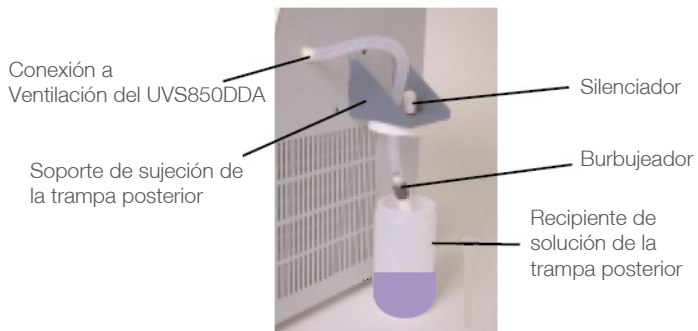

Figura 2. Montaje de la trampa posterior
4. Para conectar el montaje de la bomba posterior al lado derecho de la unidad, deslice el soporte de conexión con un movimiento descendente (Figura 2).